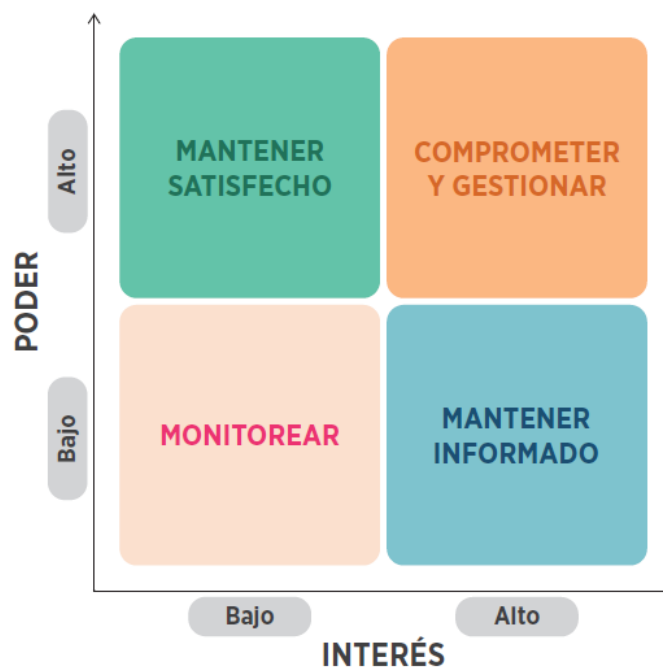

Figura 5. Matriz interés-influencia9.
4. **Priorización de actores:** se debe construir una “matriz de interés-influencia” (ver Figura 5) la que permite identificar el nivel de esfuerzo y tiempo que se debe dedicar para coordinar a los distintos actores.7